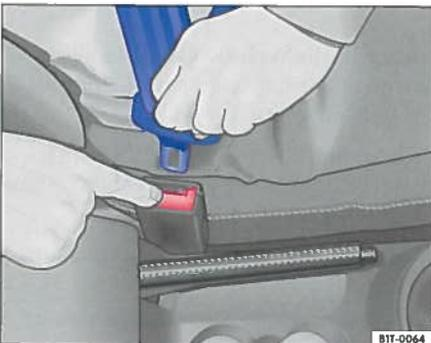

Abb. 14 Lösen der Schlosszunge vom Gurtschloss
– Drücken Sie die rote Taste im Gurtschloss ⇒ Abb. 14. Die Schlosszunge springt heraus ⇒ .